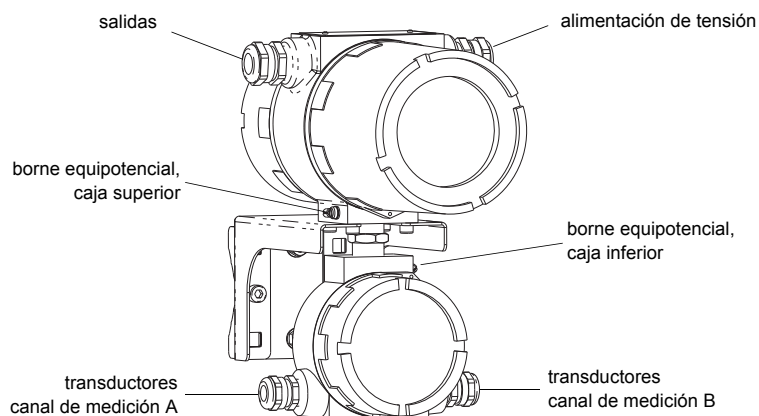

Fig. 6.2: Conexiones del convertidor de medición
- Desmontar el prensaestopas para la conexión de los transductores (véase Fig. 6.2).
La tierra de protección exterior se conecta en los bornes equipotenciales en las cajas superior e inferior del convertidor de medición (véase Fig. 6.2).
- Desmontar el prensaestopas para la conexión de la alimentación de tensión (véase Fig. 6.2).
- Desmontar el prensaestopas para la conexión de las salidas (véase Fig. 6.2).